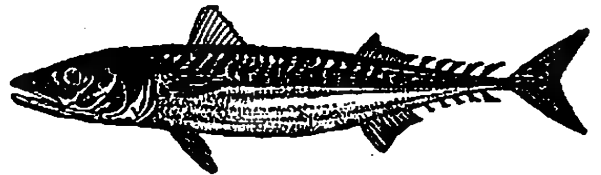

Fig. 234. — Poisson de mer
11. Poissons de mer. — Les principaux sont : le *hareng*, qui vit dans les mers du nord, mais vient pondre sur nos côtes de juillet à novembre; le *maquereau* (fig. 234), très abondant dans la Manche; le *thon*, qui habite la Méditerranée; la *sardine*, très abon-